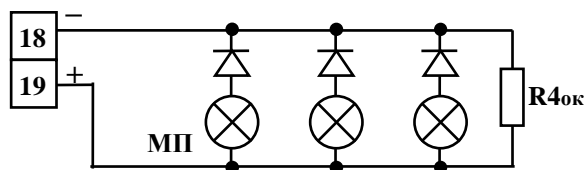

Рис.4. Схема подключения нескольких модулей пожаротушения ("МП") к А16-УПТ, контроль цепей модулей пожаротушения не обеспечивается.
3.1.13. К модулю УПТ рекомендуется подключать только один модуль пожаротушения, как показано на рис.3. При подключении нескольких модулей пожаротушения по схеме рис.4 обеспечивается контроль шлейфа управления на обрыв и короткое замыкание, но не обеспечивается контроль цепей самих модулей пожаротушения.
3.2.3. Если модуль уже установлен в адресной линии, его активация для программирования производится кратковременным удалением джампера 1 (программирование адреса). Модуль поставляется с установленными джампером 1, как показано на рис.4.